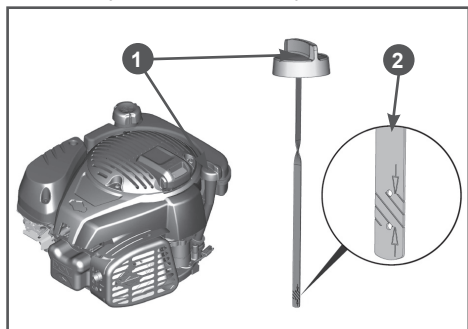

Рис. 15 Проверка уровня масла
2. Поверните крышку-щуп 1 маслозаливной горловины против часовой стрелки на 90 градусов (смотреть сверху) и извлеките щуп (Рис. 15).
5. Аккуратно вытащите щуп и осмотрите его. Уровень масла должен соответствовать верхней отметке на щупе (Рис. 15 п. 2).
4. Аккуратно извлеките щуп и осмотрите его. Уровень масла должен соответствовать верхней отметке на щупе (Рис. 15 п. 2).
5. При недостаточном уровне масла в картере необходимо долить чистое масло до верхней отметки на щупе (Рис. 15 п. 2).